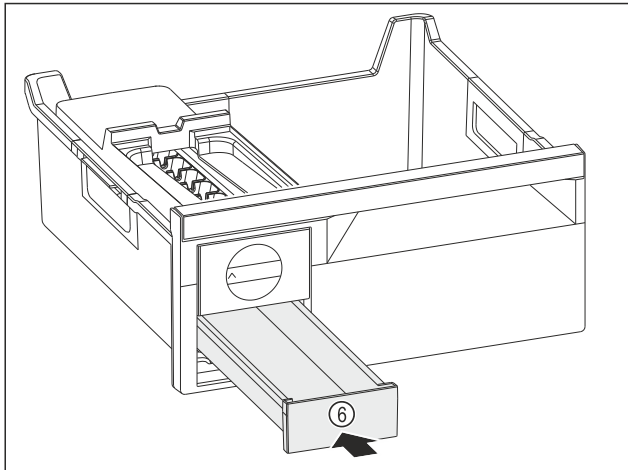

Fig. 150
- ▶ Встановіть форму для льоду Fig. 150 (6).